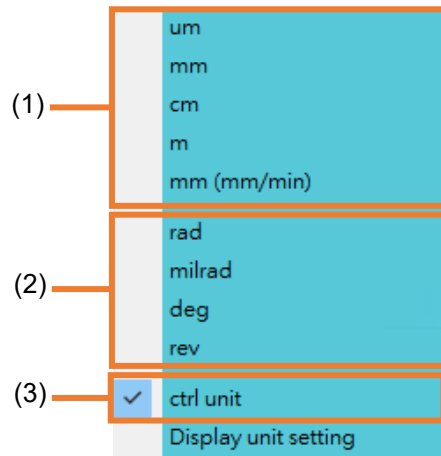

図 10.2.2.1
- (1) 換算比率が0の場合、対応する単位オプション (図 10.2.2.1) は選択できません。
- (2) Apply をクリックした後、**ドライバーに送信**を実行して、ドライバーのリセット後に設定が失われないようにします。